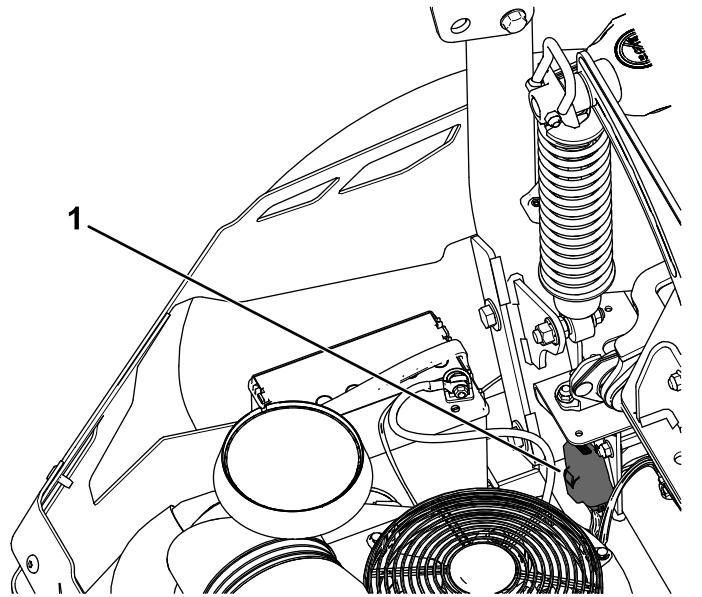

Figure 57
**Remarque:** Pour les tondeuses MyRide, assurez-vous que le câble de masse ne frotte pas contre le bras tiré ou le support inférieur de l'amortisseur (Figure 57).
Les fusibles se trouvent à l'arrière, près du moteur (Figure 57).
2. Remplacez le fusible (Figure 57).